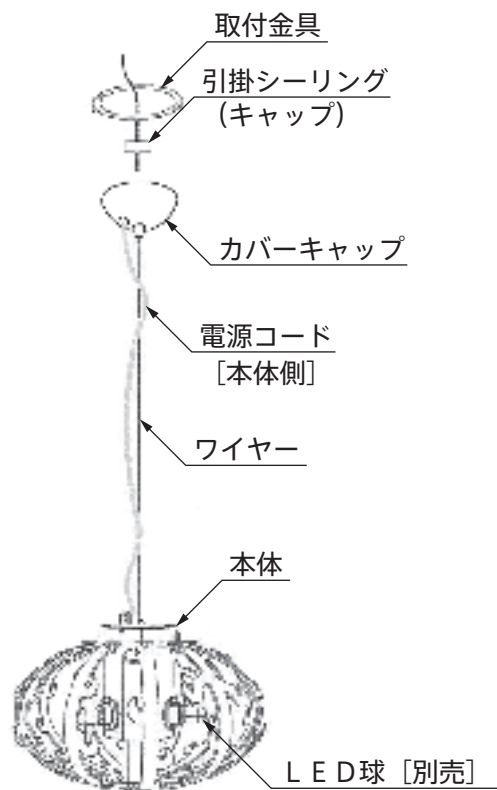

図 2
1. 天井の取付金具取付位置に印をつけ、φ6穴（2ヶ所）をあけます。（図2）
- ※ 引掛シーリング（ボディ）が中心から外れた位置になるように印をつけてください。（図2）